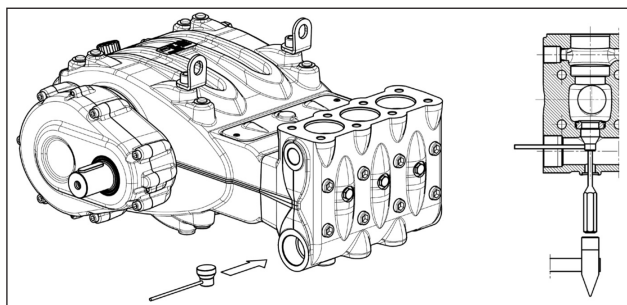

Fig. 102
**Qualora l'estrazione del gruppo valvola di aspirazione risultasse particolarmente difficoltosa (ad es. per incrostazioni dovute ad un prolungato inutilizzo della pompa) utilizzare l'attrezzo estrattore cod. 27516200 (pos. ①, Fig. 102) ed agire come indicato.**